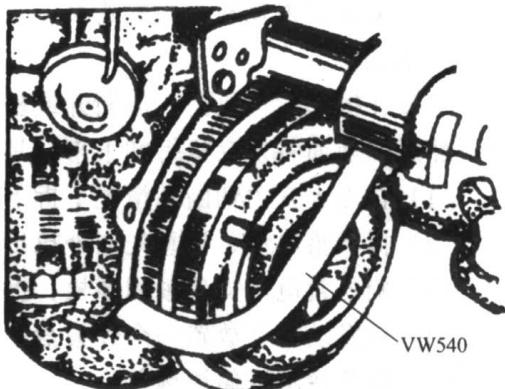

图 1-7 VW540 型发动机托架
(20) 起吊发动机，使发动机脱离发动机支座。再次拧紧 VW785/1B 吊座夹头的支承螺栓。
(21) 拔出发动机与变速器的连接螺栓，使发动机脱离变速器。转动发动机，并将发动机逐渐吊起。这时应十分细心，以免在吊起过程中碰坏有关结构件。
(22) 用 VW540 托架（如图 1-7 所示），将发动机固定在装配架（旋转架）上。